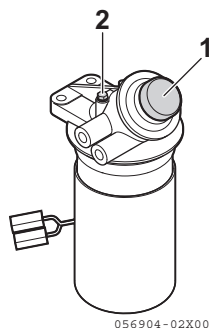

Abbildung 4
3. Entlüftungsschrauben **(Abbildung 4, (2))** um zwei bis drei Drehungen lockern.
4. Die Ansaugpumpe auf- und niederdrücken **(Abbildung 4, (1))**, damit die Luft aus der Entlüftungsschraube entweicht.